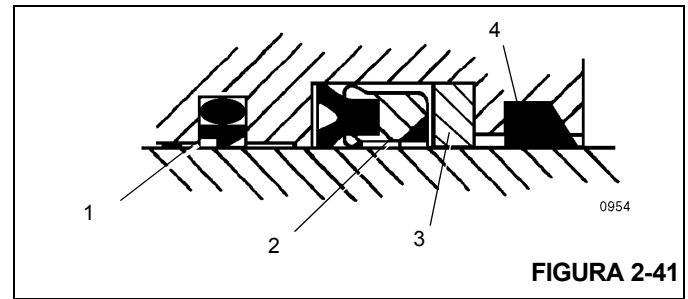

FIGURA 2-41
- Instale o anel limpador, o anel de encosto, a vedação da haste em Z alta, o conjunto da vedação amortecedora e os anéis de desgaste na parte interna da cabeça do cilindro Figura 2-41.